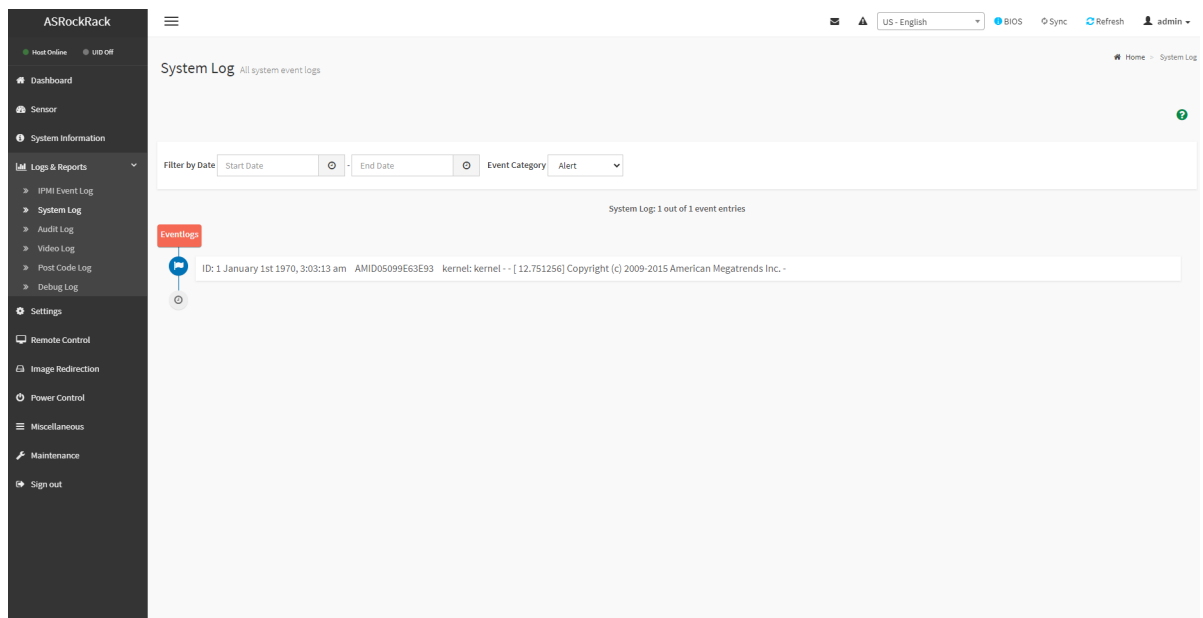

Рис. 73. Окно «System Log»
- 3) Пройдите во вкладку «Logs & Reports» → «System Log» в данной вкладке отображается информация о различных системных событиях произошедших в сервере. В поле «Filter by Date» произведите фильтрацию по дате начала события «Start Date», в поле «End Date» произведите фильтрацию по дате окончания события. В поле «Event Category» произведите фильтрацию по типу произошедшего целевого события для просмотра связанных событий, включая предупреждения, критические события, ошибки, уведомления, предупреждения, отладки, аварийные ситуации и информацию. Окно показано на рис. 73 Окно «System Log»